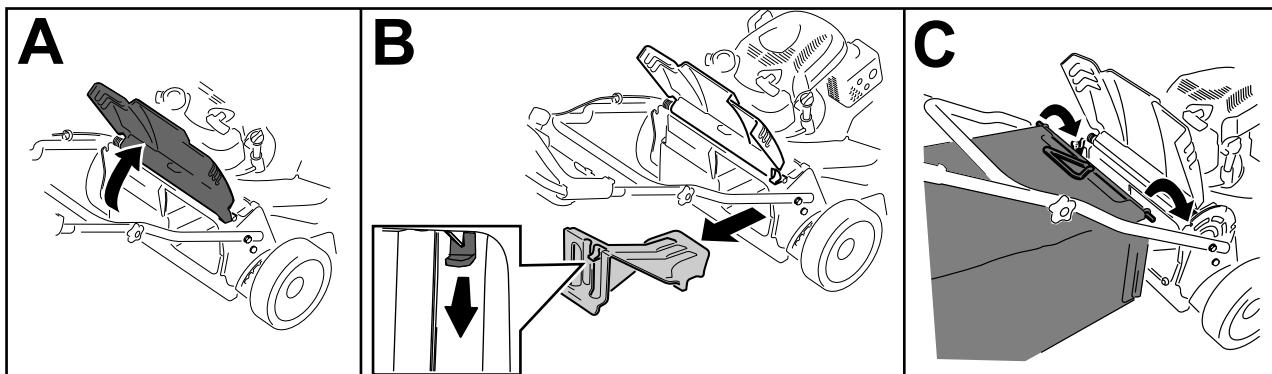

Рисунок 24
- Поднимите и удерживайте в поднятом положении заднюю дверцу (вид А на Рисунок 24).
- Снимите заднюю выпускную заглушку, нажав на защелку большим пальцем и вытянув заглушку из машины (вид В на Рисунок 24).
- Вставьте штангу травосборника в выемки в основании рукоятки и покачайте травосборник вперед-назад, чтобы убедиться в том, что штанга находится в нижней части обеих выемок (вид С на Рисунок 24).